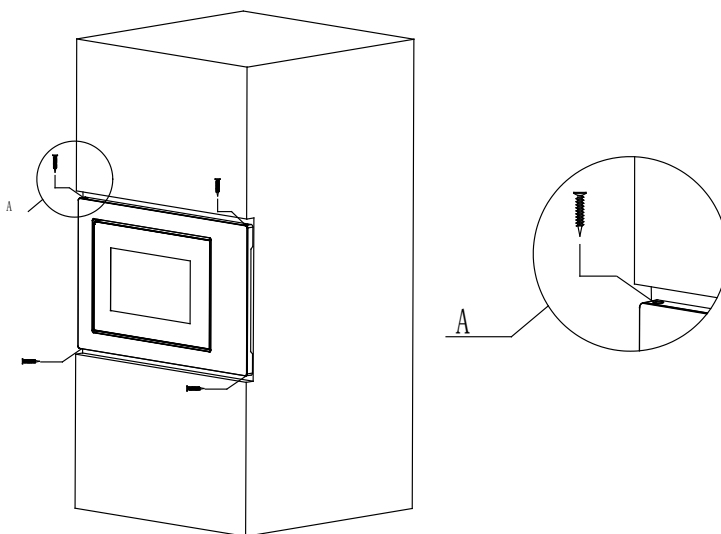

Fig.4
d) Utilisez les vis contenus dans l'emballage des pièces pour fixer le four à micro-ondes dans l'armoire. (Fig.4)